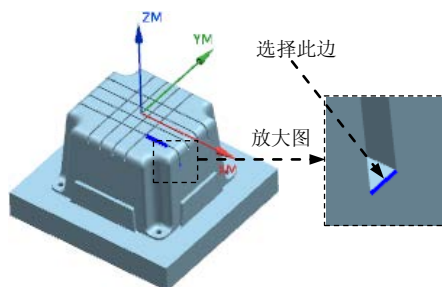

图 20.47 定义参照边
(2) 在 **刀具位置** 下拉列表中选择 **对中** 选项，在图形区选择图 20.47 所示的边线。